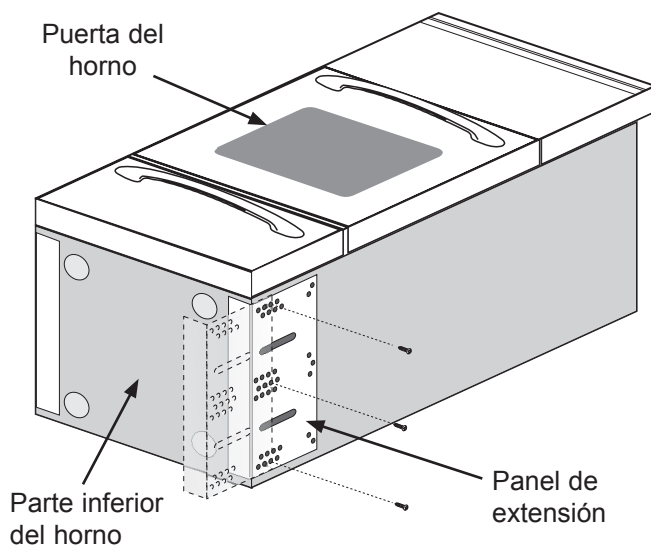

Figura 6
1. Coloque el horno sobre la parte posterior (ver Figura 6).